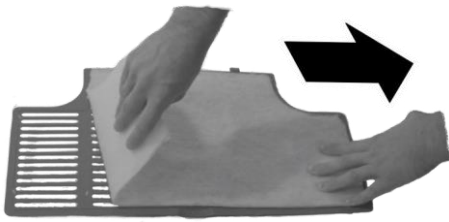

Abb. 29: Reinigungsfilter abziehen
2. → Alten Reinigungsfilter abziehen (Abb. 29).